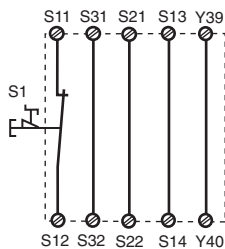
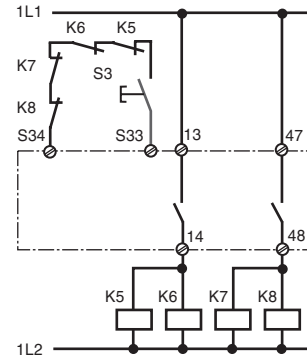

Fig. 2: Eingangskreis einkanalig, automat. Start/Single-channel input circuit, automatic reset/Commande par 1 canal, validation automatique
Fig. 10: wie Fig. 9 mit überwachtem Start/ connection for contactors/relays and monitored reset/comme Fig. 8 avec surveillance du poussoir de validation
In Fig. 2 ... Fig. 10 sind Anschlussbeispiele für NOT-AUS-Beschaltung mit automatischem und überwachtem Start, Schutztürsteuerungen sowie Kontaktvervielfachung durch externe Schütze dargestellt. Bitte beachten Sie:
- Fig. 2 und 7: **keine** Verbindung S33-S34
In Fig. 2 ... Fig. 10 are connection examples for Emergency Stop wiring with automatic and monitored reset. Safety gate controls as well as contact expansion via external contactors.
- Fig. 2 and 7: S33-S34 **not** connected
Les figures 2 à 10 représentent les différents câblages possibles du PNOZ XV2 à savoir : poussoir AU avec réarmement automatique ou auto-côntrolé, interrupteurs de position et augmentation du nombre des contacts de sécurité par contacteurs externes.
- Fig. 2 et 7: **pas** de câblage sur S33-S34